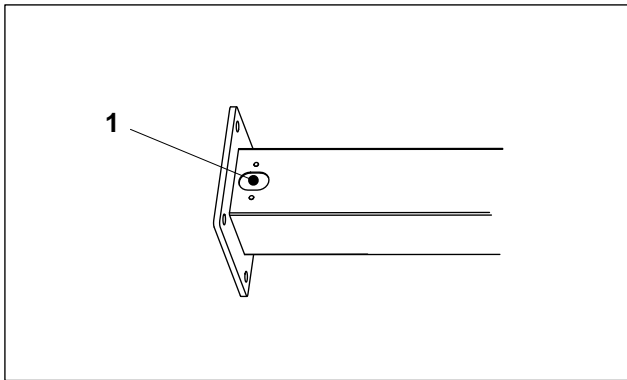

Fig. 5 Passacavo della stele
5. Fissare un manicotto passacavo (in dotazione) al passacavo (fig. 5/1).
Se è necessario un sistema di protezione equipotenziale della stele, si deve condurre alla stele un cavo di terra a parte. Ciò vale anche se si conduce una o più linee a un dispositivo di blocco/sblocco esterno opzionale. Anche queste linee devono essere introdotte attraverso il passacavo (fig. 5/1).